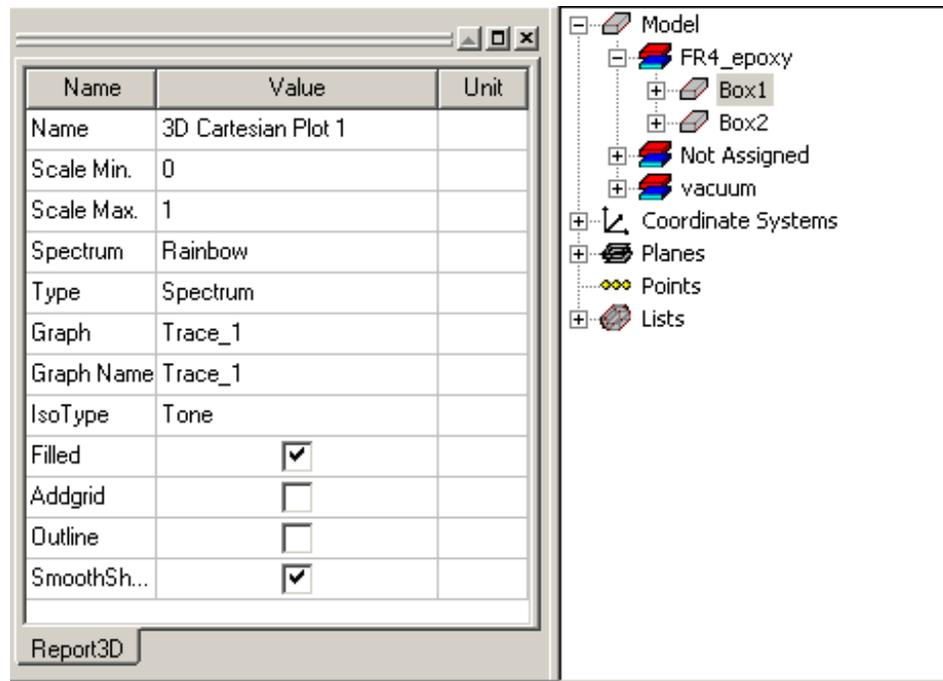

Рис. 1.10. Окно свойств (слева) выбранного в дереве хронологии (справа) объекта
- В дереве проекта, дважды щелкнуть значок части конструкции, который Вы хотите редактировать. Появляется диалоговое окно с параметрами её. В этом диалоге **Properties** может быть несколько закладок (рис. 1.10).